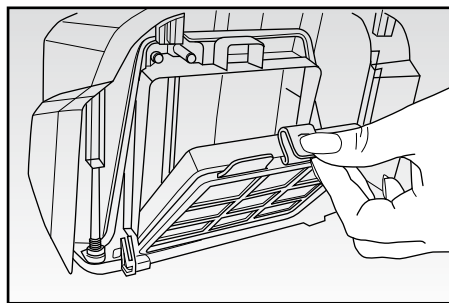
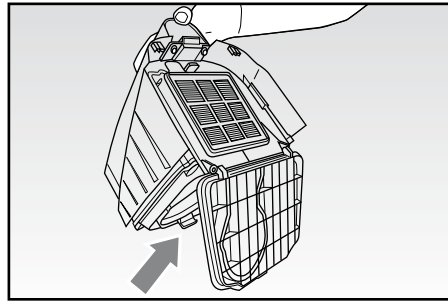

Fig. 8
Fig. 7
- Agendo sulla levetta inferiore, aprire il relativo sportellino (Fig. 7)
- Svuotare il contenitore della polvere (D).
- Per una pulizia interna del contenitore (D), è possibile rimuovere il filtro lavabile, estraendolo verso l'esterno (Fig. 8).
- Richiudere lo sportellino e reinserire il contenitore della polvere (D) sul corpo dell'apparecchio e bloccarlo a scatto.